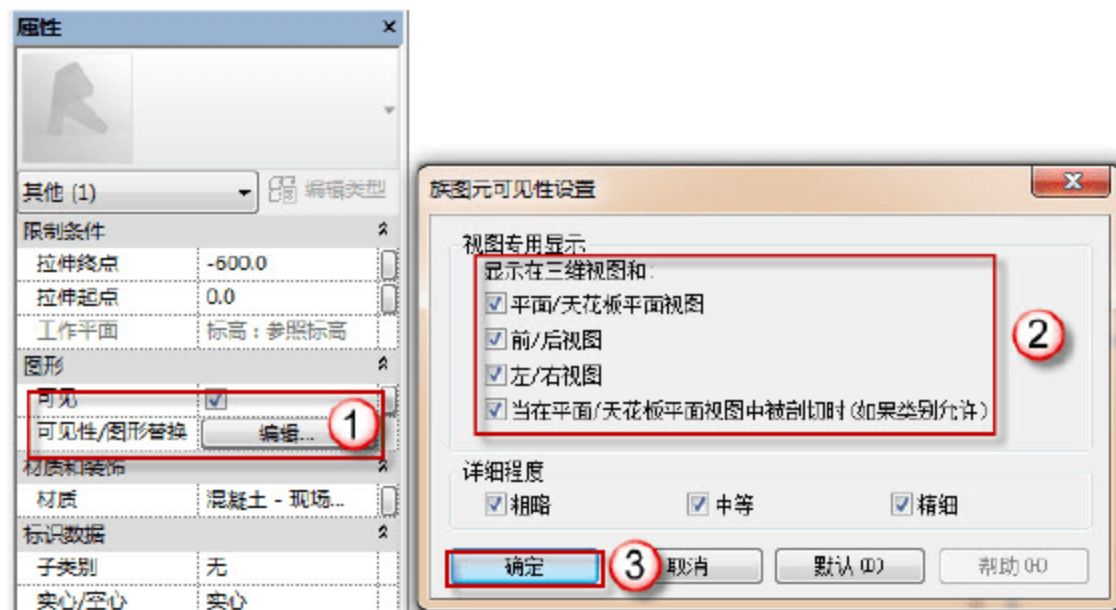

图 2.1.10 承台可见性
(10) 编辑可见性。在“项目浏览器”面板中选择“楼层平面”→“参照标高”选项，选择“承台”，在“属性”面板中单击“可见性/图形替换”后的“编辑”按钮，在弹出的“族图元可见性设置”对话框中，选中全部的复选框，并单击“确定”按钮，如图 2.1.10 所示。同样选择“垫层”，在“属性”面板中单击“可见性/图形替换”后的“编辑”按钮，